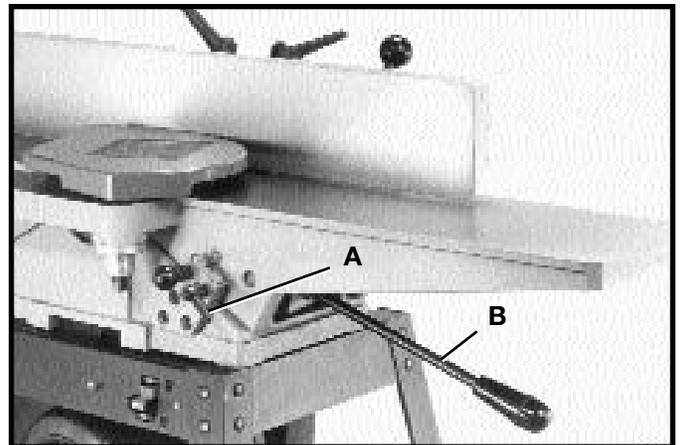

Fig. 35
1. Para elevar o bajar la mesa de alimentación, afloje la agarradera de cierre de la mesa (A) Fig. 35, mueva la palanca de elevación y bajado de mesa (B) hacia arriba o abajo hasta que la mesa se encuentre en la posición deseada. Apriete la agarradera de cierre de mesa nuevamente (A).